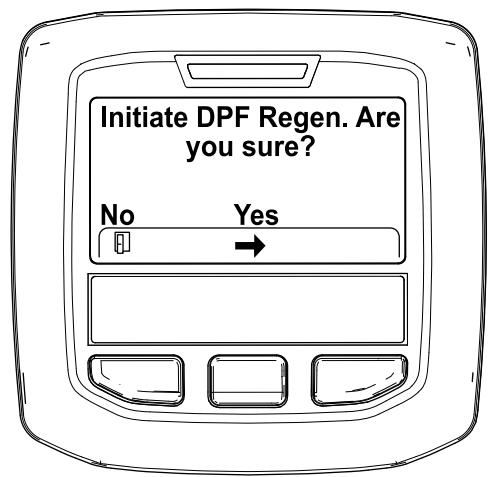

Figura 43
4. Cuando aparezca el mensaje "Initiate DPF Regen. Are you sure?" (Iniciar regeneración de DPF, ¿está seguro), pulse el botón central (Figura 43).